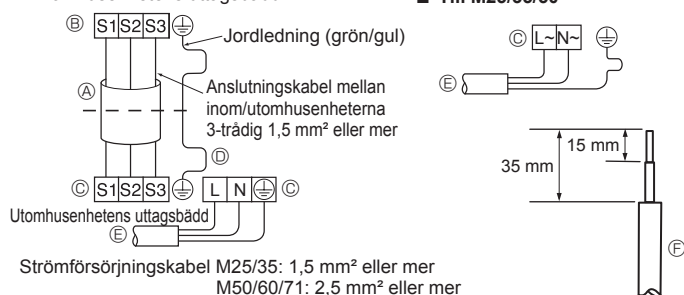
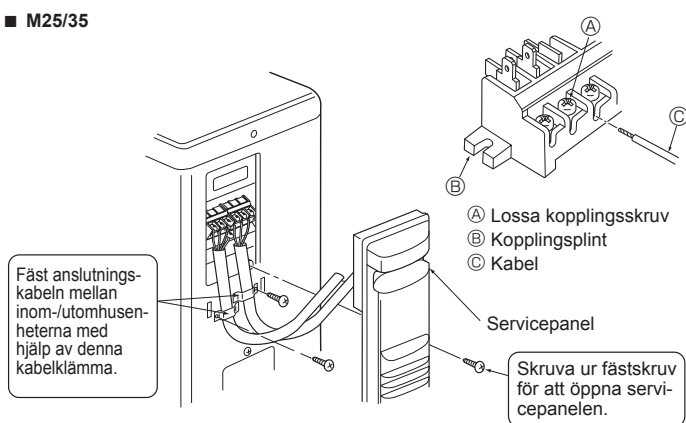
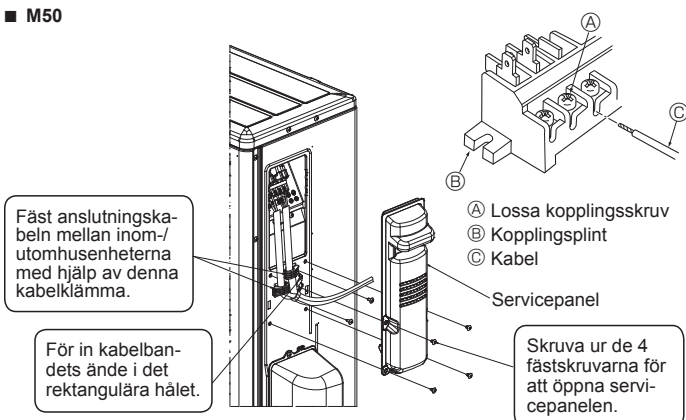
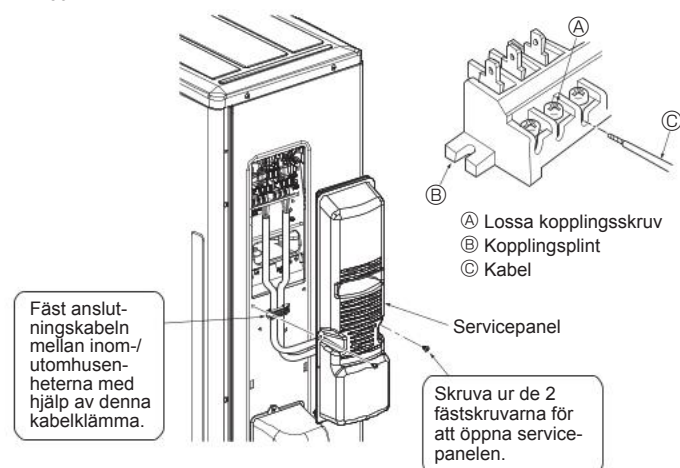

Fig. 6-2
Fig. 6-3
Fig. 6-4
Fig. 6-5
6.1. Utomhusenhet (Fig. 6-1, Fig. 6-2, Fig. 6-3, Fig. 6-4, Fig. 6-5)
- ① Ta bort servicepanelen.
- ② Anslut kablar med hänvisning till Fig. 6-1, Fig. 6-2, Fig. 6-3, Fig. 6-4 och Fig. 6-5.
- Utför ledningsdragningen enligt diagrammet till vänster. (Köp in kabeln lokalt) (Fig. 6-2)